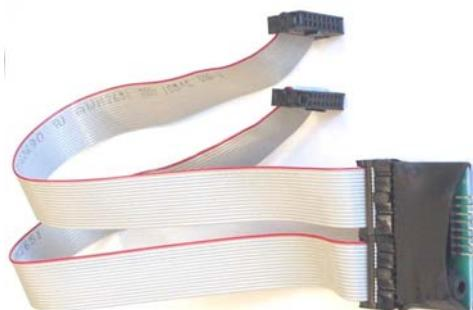

Figura 8 – Kit Clonazione 2
- Mediante il kit clonazione CK2 dell'NV10 collegare assieme le due unità come sopra (vedi figura 8).